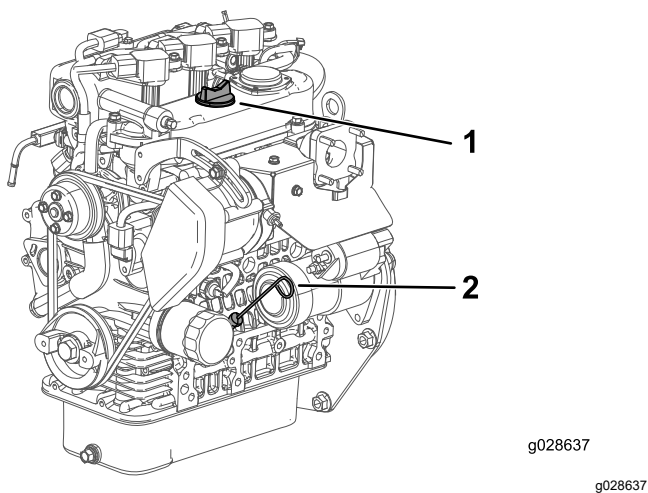

图 34
4. 取出量油尺用干净的抹布擦拭 图 34。
5. 将量油尺插入量油尺管道中并确保它完全插入图 34。
6. 取出量油尺并检查油位图 34。
7. 如果油位较低请取下加油颈盖图 34 然后添加足够机油将油位提高到量油尺上的“已满”标记。
8. 将量油尺固定到位图 34。